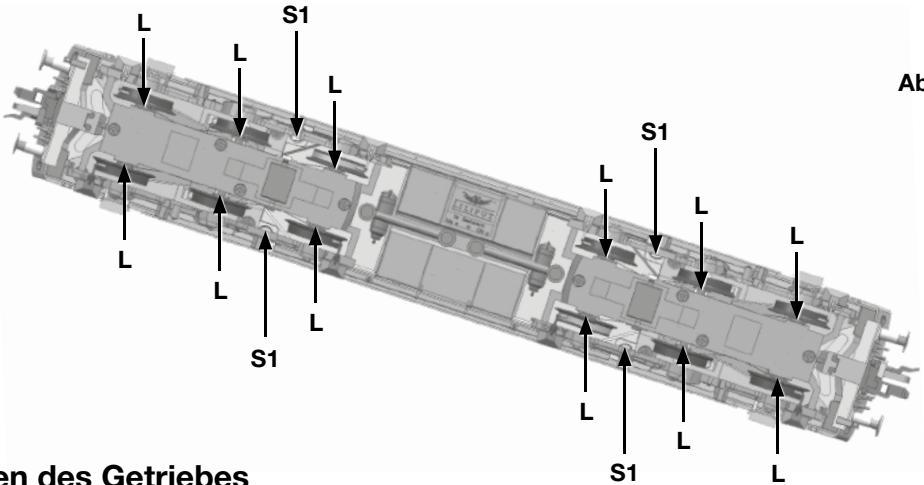

Abb. 2
Nach dem Reinigen schmieren Sie bitte die in **Abb. 2** bezeichneten Lagerstellen (**L**) mit einem Tropfen Maschinenöl. Verwenden Sie handelsübliche Öler mit feiner Kanüle oder eine Stecknadel.
Um die folgenden Arbeiten ausführen zu können, müssen die im Boden vertieft sitzenden **vier** Schrauben (**S1**) in **Abb. 2** entfernt werden. Schwenken Sie dazu entsprechend das Drehgestell, damit Sie mit dem Schraubendreher freien Zugang zu der jeweiligen Schraube haben. Danach kann das Lokgehäuse abgehoben werden.
After cleaning, lubricate the bearings (L) as shown in Fig. 2 with a drop of light machine oil. Use commercially available light lubricating oil, applied with a fine hollow or solid needle.
In order to carry out the following procedures, it is necessary to loosen the **four** screws (**S1**) shown in **Fig. 2** which are set countersunk in the chassis. These can be accessed in each case by turning the bogie somewhat to one side so that they can be reached by a screwdriver. The loco body can then be lifted off.